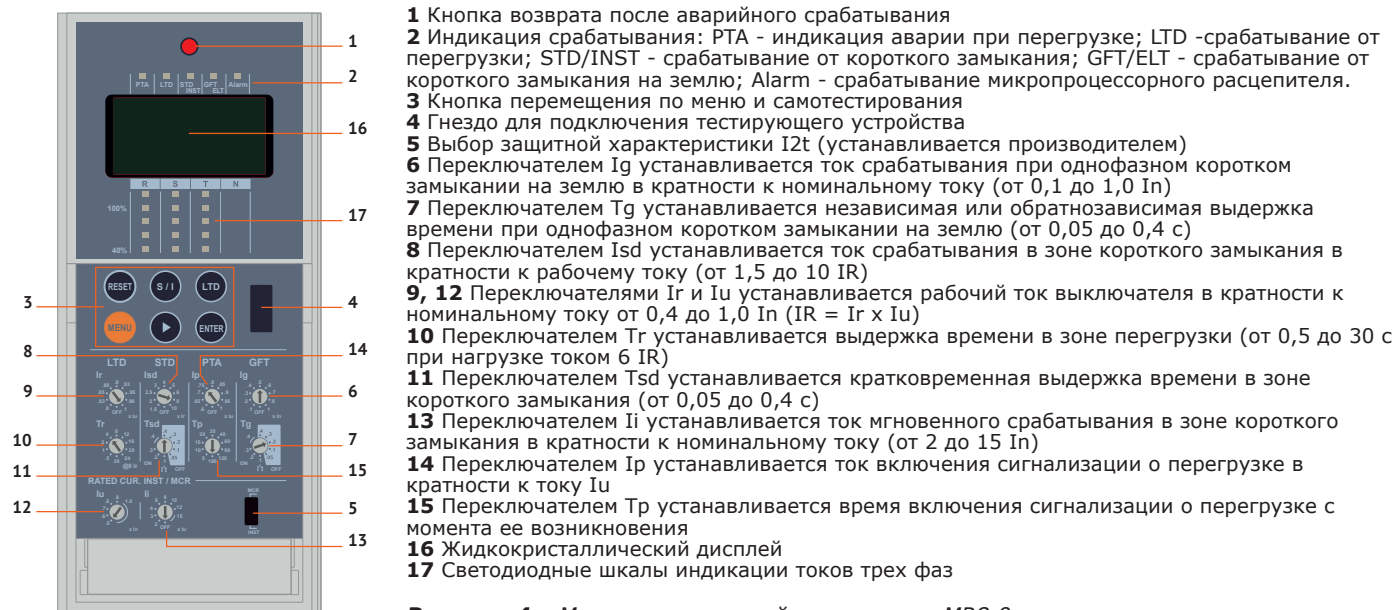

Рисунок 4 – Микропроцессорный расцепитель MR8.0
4.2.3 Настройка микропроцессорного расцепителя MR8.0, смотри рисунок 4.